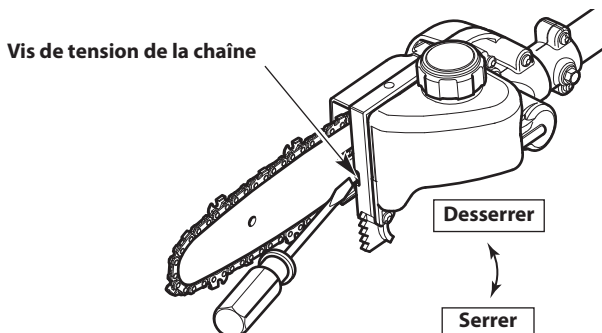

Fig. 20
2. Tenez la pointe de la tige de guidage (Fig. 19) et utilisez un tournevis à tête plate pour visser la vis de tension de chaîne (Fig. 20).